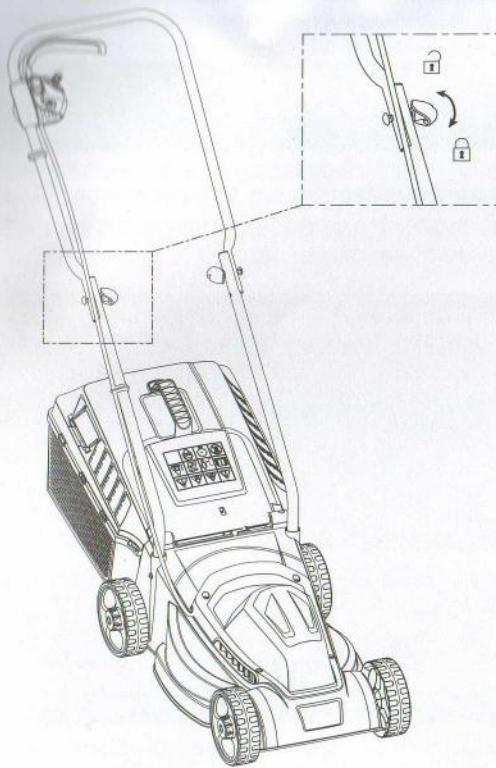

Рис. 11
1. Выдерните вилку устройства из удлинителя и ослабьте барабашки (3б), повернув их против часовой стрелки, чтобы сложить рукоятку устройства в положение для хранения (рис. 11, 12).
2. Убедитесь, что шнур питания (13) не зажат, а затем затяните барабашки (3б), поворачивая их по часовой стрелке.